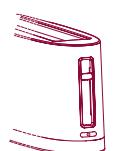

Fig. 6
- Terminato il ciclo di tostatura, la leva lift mechanism si alza automaticamente e il tasto CANCEL si spegne (fig. 6).